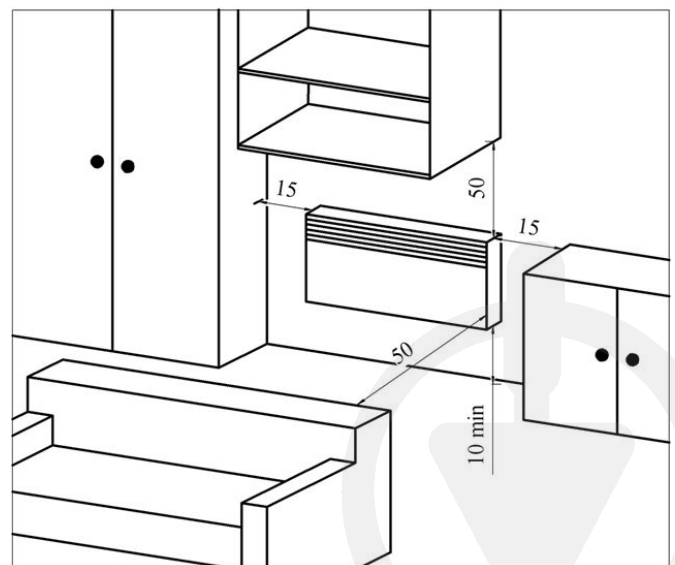

Рис. 2
4.6 Для експлуатації конвектора на підлозі встановіть опори, як показано на рисунках 4.1 – 4.3. Встановіть конвектор на горизонтальній поверхні. Розміщення конвектора на опорах в приміщенні аналогічне (див. рис.2), при цьому відстань від задньої стінки конвектора до предметів (меблі, штори й т. п.) повинна бути не менше 15 см.